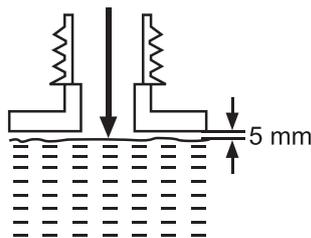

Fig. 17
4. Dévissez et retirez le bouchon du réservoir de carburant (29).
5. Remplissez le réservoir avec un mélange huile-carburant correctement dosé, en utilisant un entonnoir muni d'un filtre afin d'empêcher les éventuels résidus de pénétrer à l'intérieur. Ne remplissez pas trop le réservoir. Laissez un espace d'au moins 5 mm entre la surface du carburant et la paroi supérieure du réservoir, afin que le carburant puisse s'étaler (Fig. 17).